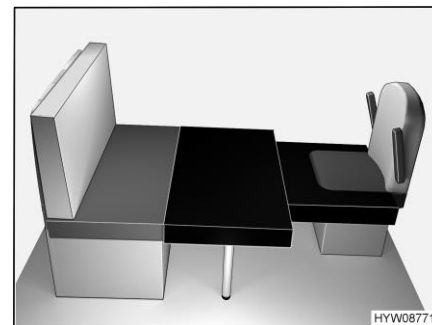

Bild 79 Efter ombyggnaden
- Placera den stora extra dynan på bordsskivan (Bild 79).
- Placera den lilla extra dynan på förarstolen (Bild 79).